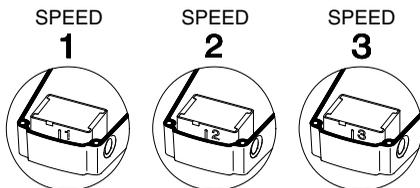

图 14 速度选择
3. 拔出速度开关模块，然后将其插入，使所需速度的数字可以通过接线盒的窗口看到。见图14。